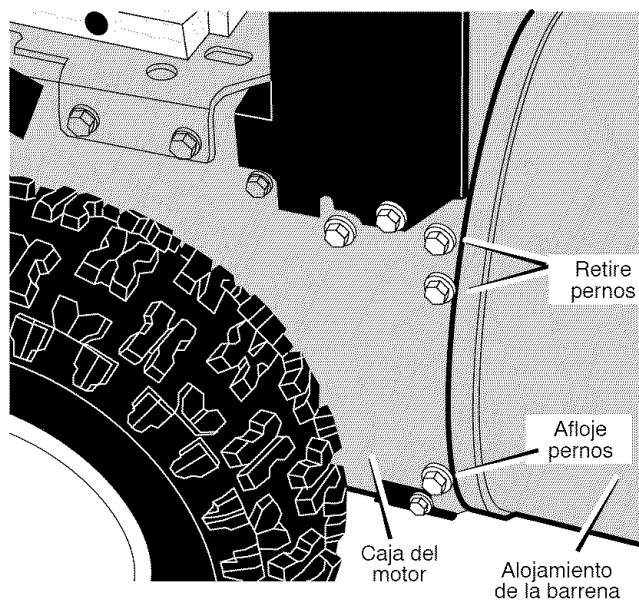

Figura 75
8. Retire los cuatro **pernos** superiores que unen el **alojamiento de la barrena** y la **caja del motor**. Afloje los dos **pernos** inferiores. Ahora el **alojamiento de la barrena** y la **caja del motor** pueden separarse para retirar la correa (Figura 75).